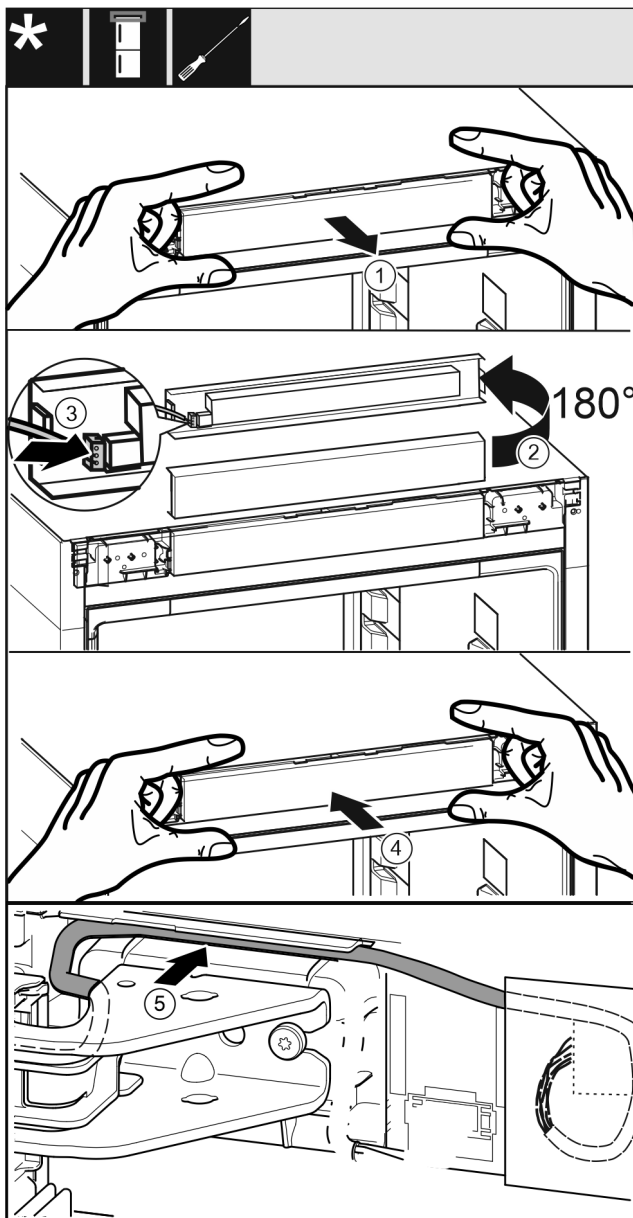

Fig. 43
- Retirer soigneusement le panneau de commande. Fig. 43 (1)
- Tourner le cache de 180° vers le haut. Fig. 43 (2)
- Enclencher la prise dans le cache de commande. Fig. 43 (3)
- Enclencher à nouveau le panneau de commande dans l'appareil. Fig. 43 (4)
- Poser délicatement le câble gris dans le guide au-dessus du support de palier supérieur. Fig. 43 (5)